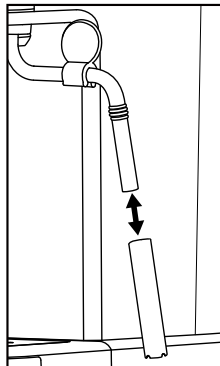

Figura 1
- 1) Collocare un contenitore vuoto sotto il montalatte ⑩.
- 2) Portare il regolatore di vapore ⑦ direttamente dopo l'uso su "☞/☹" e fare uscire del vapore per qualche secondo.
- 3) Chiudere il regolatore di vapore ⑦ (ruotare fino all'arresto in direzione "●"), spegnere l'apparecchio e tirare la spina.
- 5) Sfilare l'involucro del montalatte ⑩ (Figura 1) e pulirlo accuratamente in acqua calda.
- 7) Far scorrere nuovamente l'involucro sull'ugello (Figura 1).